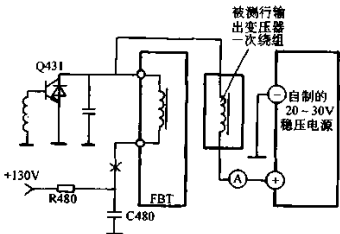

图 5-58 诊断三洋 XTP5903M-00 行输出级质量示意图
3) 用一台好的彩色电视机来检查其他牌号行输出变压器时，如原主电端接有滤波电容的，在断开主电源的同时，还应断开此滤波电容，这里以如图 5-58 所示三洋 XTP5903M-00 型为例，在断开 R480 的同时还应断开 C480 电容，否则也会造成误判。